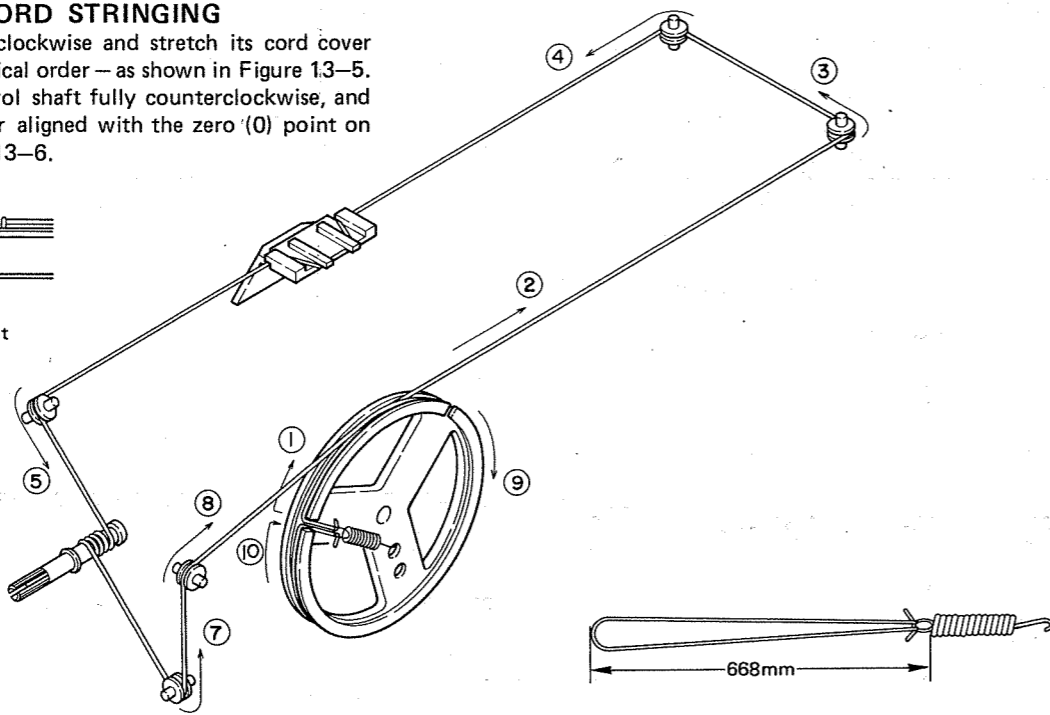

Figure 13-5
- Turn the drum fully clockwise and stretch its cord cover the parts in the numerical order - as shown in Figure 13-5.
- Die Skalenschnurtrommel voll im Uhrzeigersinn drehen, und die Skalenschnur in der Nummernreihenfolge aufsetzen wie in Abbildung 13-5 gezeigt.
- Tourner le tambour entièrement à droite et tirer son fil, recouvrir ses pièces dans l'ordre numérique comme le montre la Figure 13-5.